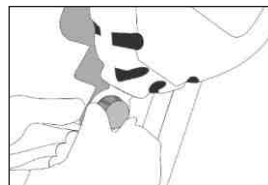

Fig. 3
- 4) Mettre la vis noire dans l'anneau d'ancrage de l'antichute et la revisser dans l'écrou (Fig. 3).